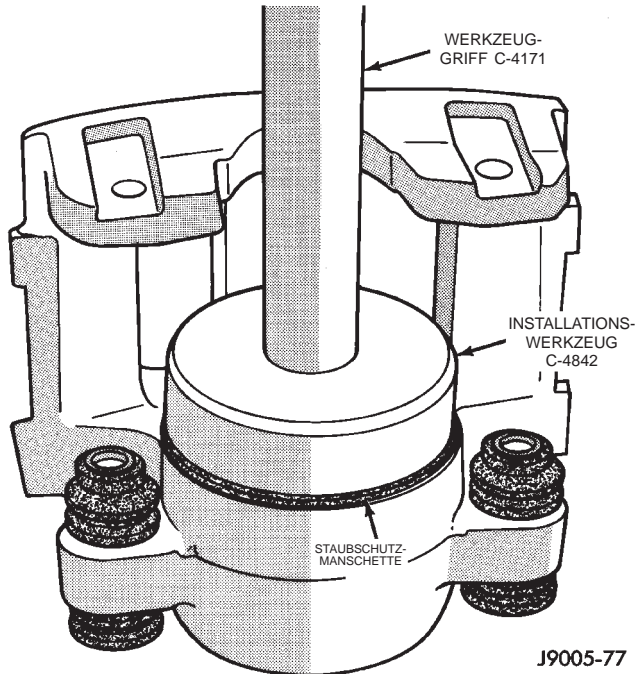

Abb. 74 Einsetzen der
(7) Den Bremssattelkolben bis zum Ende der Bohrung eindrücken.
(8) Die Staubschutzmanschette mit Installationswerkzeug C-4842 und Werkzeuggriff C-4171 im Bremssattel fixieren (Abb. 74).
(9) Falls zuvor entfernt, die Entlüftungsschraube des Bremssattels wieder eindrehen.